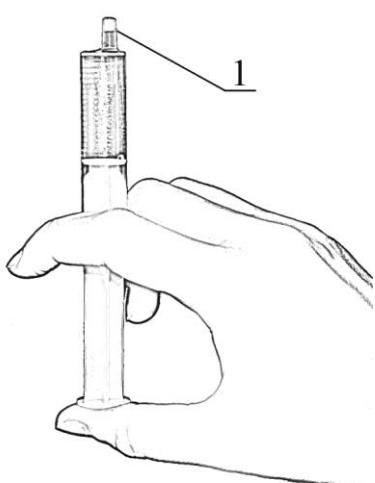

Рисунок 17 — Забор пробы
2.18.3 Для забора пробы удобно использовать шприц 3 объемом 5 см³ с иглой 7 (рисунок 1). Забор пробы следует производить, медленно перемещая поршень шприца до риски 4 см³. Затем перевернуть шприц иглой вверх и еще немного потянуть поршень вниз, чтобы освободить иглу от остатков пробы. Отсоединить иглу от шприца и сразу же присоединить ее к воздуховоду микропомпессора для продувки. Продолжая удерживать шприц вертикально, нужно стравить воздух так, чтобы граница жидкости 1 (рисунок 17) переместилась в конус шприца. Это позволит избежать пролива при вводе пробы в измерительную ячейку плотномера.